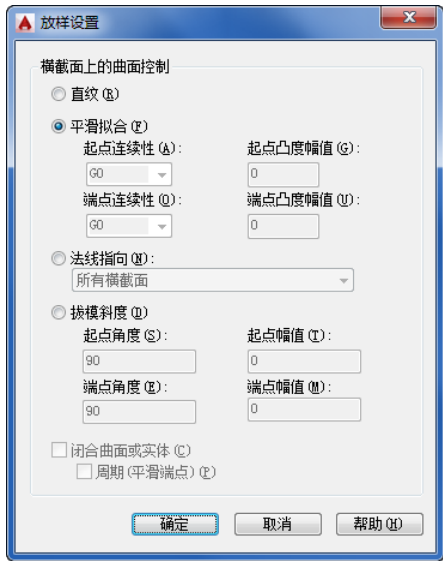

图 10-17 “放样设置”对话框
(1) 设置 (S): 选择该选项, 系统打开“放样设置”对话框, 如图 10-17 所示。其中有 4 个单选按钮选项, 如图 10-18a 所示为点选“直纹”单选按钮的放样结果示意图, 图 10-18b 所示为点选“平滑拟合”单选按钮的放样结果示意图, 图 10-18c 所示为点选“法线指向”单选按钮并选择“所有横截面”选项的放样结果示意图, 图 10-18d 所示为点选“拔模斜度”单选按钮并设置“起点角度”为 45° 、“起点幅值”为 10、“端点角度”为 60° 、“端点幅值”为 10 的放样结果示意图。